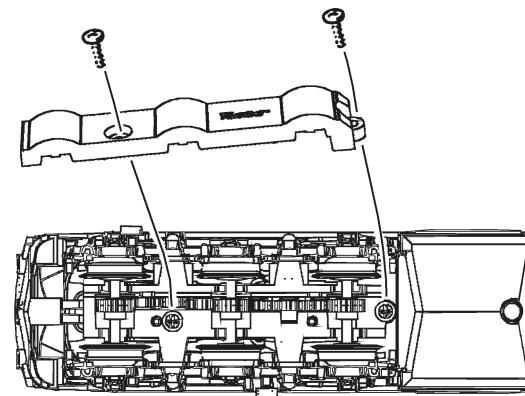
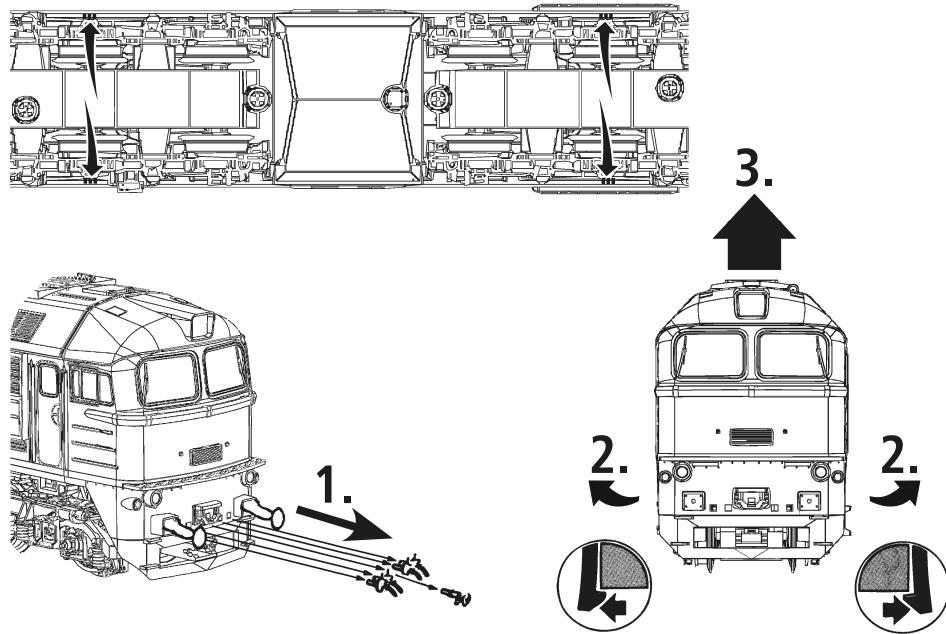

Fig. 3
Fig. 5
Mehrzugbetrieb: Zuerst Lokgehäuse abnehmen (Fig. 3). Danach den Brückenstecker aus der Schnittstelle entfernen (diesen sorgsam aufbewahren). Danach den Stecker des Steuerbausteins lagerichtig einsetzen (siehe Fig. 5).
2. Schmierung: Versehen Sie die im Schmierplan in Fig. 7 gekennzeichneten Stellen mit nur **kleinen Öltröpfen**. Dazu zuerst das Lokgehäuse abnehmen (Fig. 3). Wir empfehlen den ROCO **Öler Art.-Nr. 10906**. Fürs Schmieren der Getriebeteile (Zahnräder, Schnecke) empfehlen wir das **ROCO-Spezialfett Art.-Nr. 10905**. Im Falle der Schmierung diese Teile **nicht ölen**.
4. Kohlebürstenwechsel: Lokgehäuse abnehmen (Fig. 3). Danach wird der Motor ausgebaut und die Kohlebürsten ausgewechselt (Fig. 9).
Remove the jumper from the interface. Finally put the plug of the chip into the interface as shown in fig. 5.
2. Lubrication: Apply **tiny oil drops** to spots marked in fig. 7. Prior to lubrication dismantle locomotive (fig. 3). We recommend using item no. **10906, ROCO oiler**. For lubrication the gearparts (e.g. cogwheels, worm) we would recommend our ROCO **special grease** (item no. **10905**).
4. Carbon Brush Changing: First remove loco body (fig. 3), and then the motor (fig. 9).
Enlevez la fiche de shuntage de l'interface (à conserver!) et enfichez finalement la fiche du module de télécommande aux prises de l'interface. Veillez à la position correcte de la fiche (voir fig. 5).
2. Graissage: N'appliquez **qu'une tout petite goutte** aux endroits indiqués par le plan de graissage (fig. 7) après avoir démonté la caisse de la locomotive (fig. 3). Nous vous recommandons **le graisseur à huile ROCO réf. 10906**. Pour graisser les engrenages (roues dentées, vis sans fin) nous vous conseillons la **graisse spéciale ROCO réf. 10905** pour engrenages en matières synthétiques. Lorsque vous utilisez cette graisse il faut éviter d'huiler ces composants.
4. Remplacement des balais du moteur: Démontez la caisse (voir fig. 3). Démontez ensuite le moteur et échangez le balais (fig. 9).